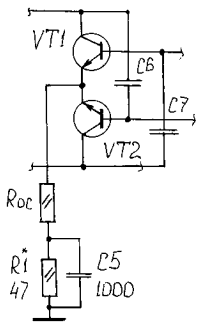

Рис.2
-Выбирай способы на собственный вкус и нрав! - широким ярмарочным жестом нижегородского купца щедро откинул в сторону правую руку Сан-Саныч. -Хочешь, это можно сделать так, как показано на рис.2. От предыдущей эта схема отличается только наличием в эмиттерной цепи транзисторов резистора отрицательной обратной связи R0c. Величина которого варьируется в пределах от 3,3 до 16 Ом.